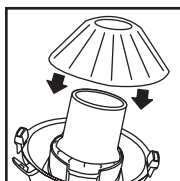

FIGURA 17
29. Coloque en el centro el filtro para sólidos reutilizable sobre el alojamiento de la tapa. **FIGURA 17.**